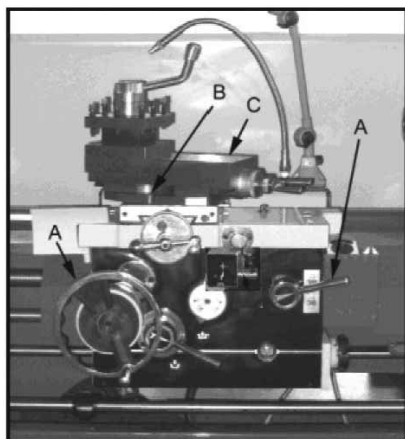

Fig. 18
4. Indstil omskifteren (D, Fig.18) til den korrekte position (neutral).
5. Aktiver håndtaget til kontramøtrikken (A, Fig.18).
Grundholderslæde. Grundholderslæden (C, Fig.18) er placeret øverst på tværsælæden og kan roteres 360°. Der findes kalibreringsanvisninger i grader (B, Fig.18) under soklen, som en hjælp til at indstille grundholderen til den ønskede vinkel.